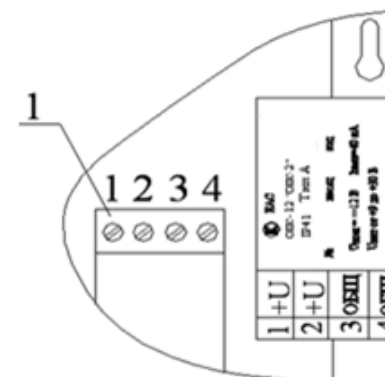

Рисунок 1
1.3.3 Оповещатель подключается к шлейфу с помощью клеммной колодки 1 (рисунок 1), расположенной на задней стенке основания оповещателя.